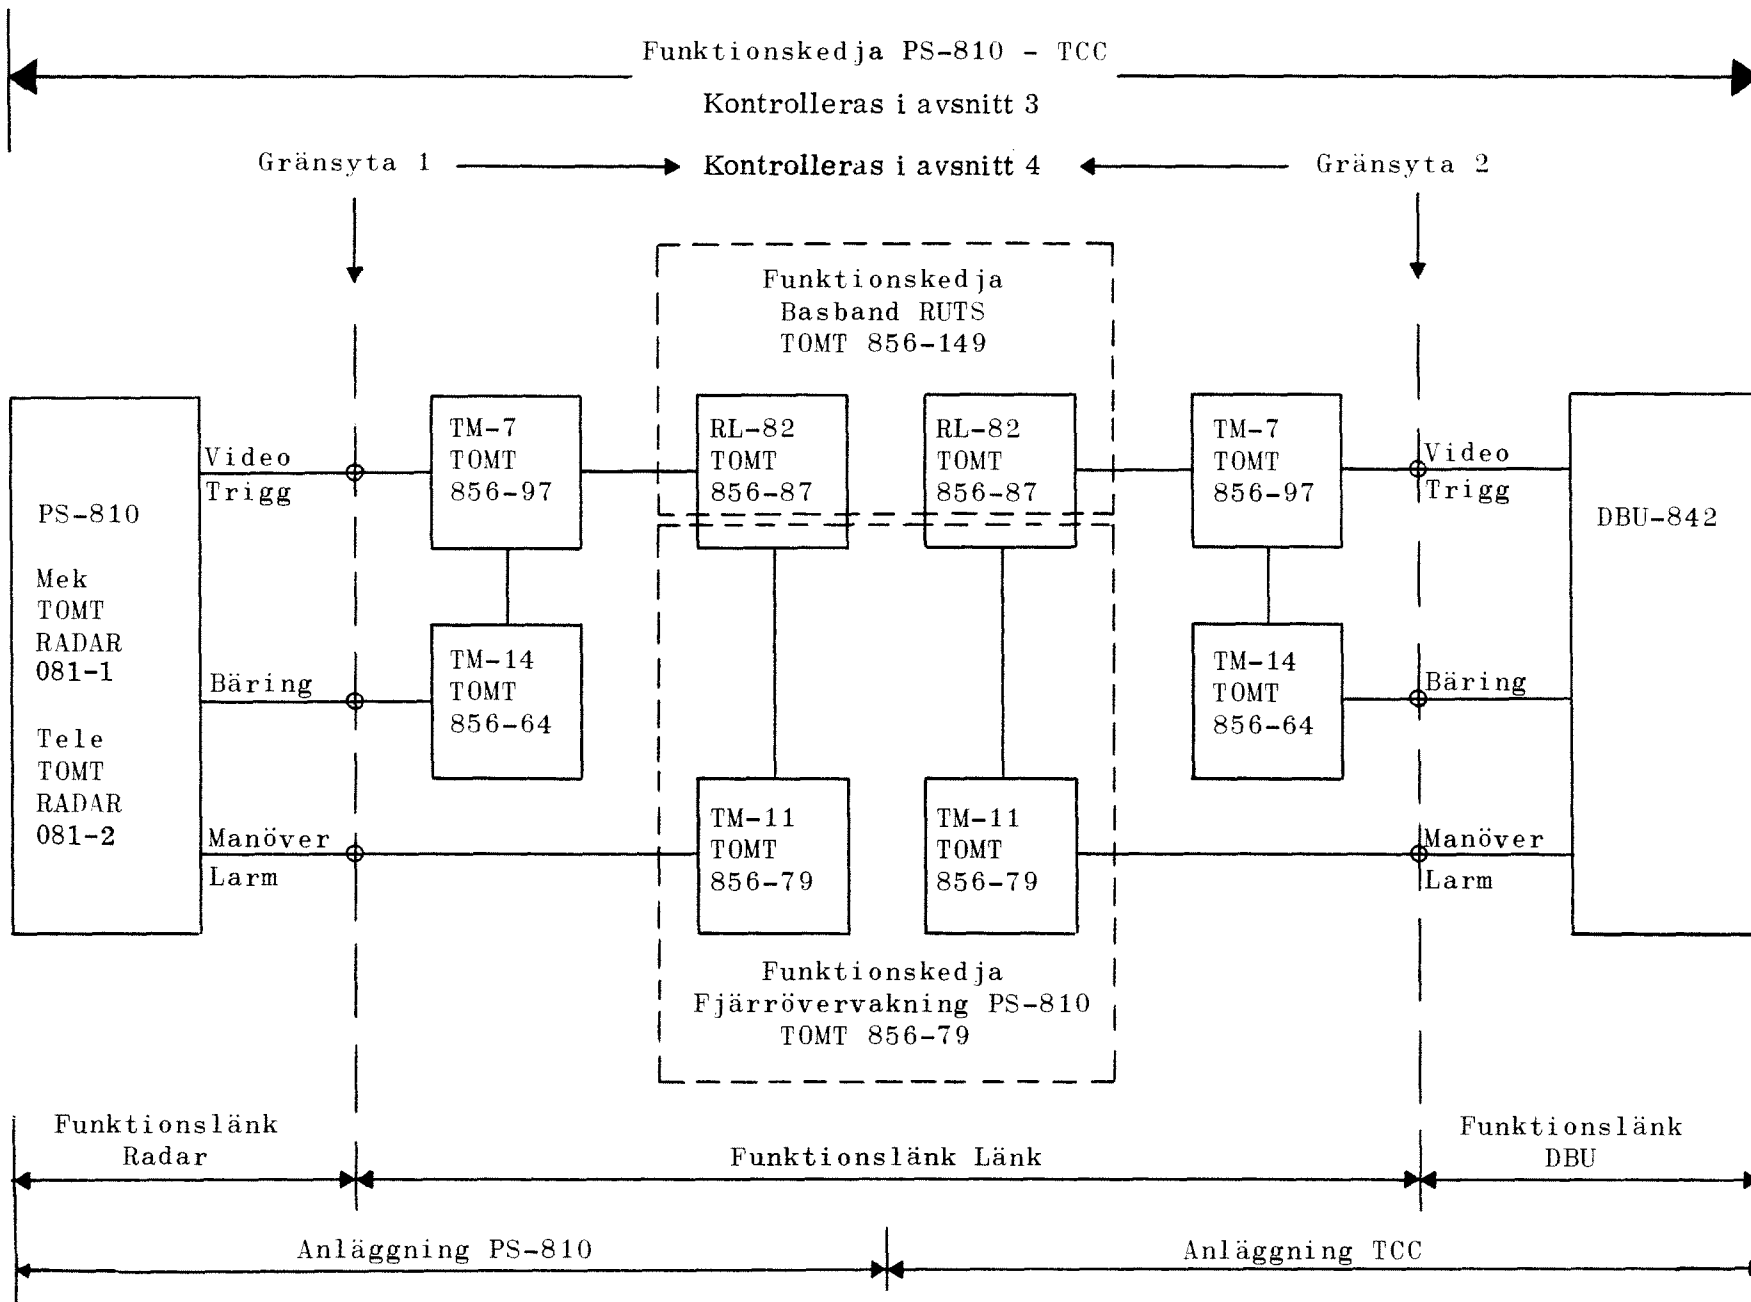

Bild 1. Principskiss över funktionskedja PS-810 - TCC
1.2.1 Funktionskedjan PS-810-TCC består av funktionslänkarna radar, länk och DBU. Ytterligare uppdelning av funktionskedjan framgår av bild 1.
Se tabell 2 och bild 1.